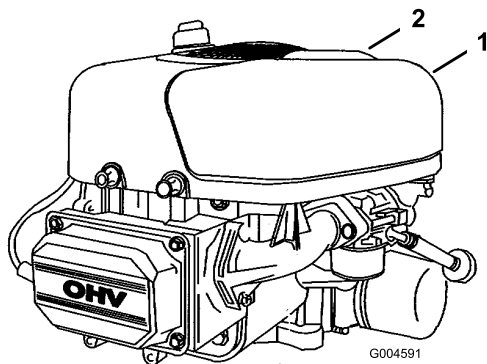

Bild 23
4. Ziehen Sie den Griff am Luftfilterdeckel hoch und drehen Sie ihn in Richtung des Motors (Bild 23), nehmen Sie dann den Luftfilterdeckel ab.